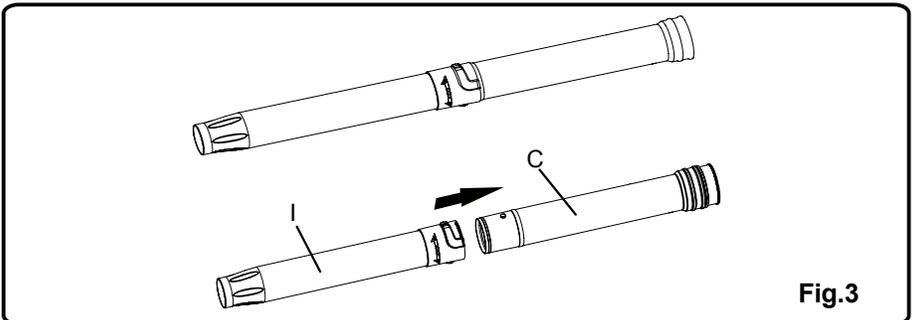

Fig.3
6. Connectez le tube de la souffeuse (I) au tube de fonctionnement (C). Tournez dans le sens horaire jusqu'à ce que les tubes se verrouillent en position. (Voir la Figure 3)